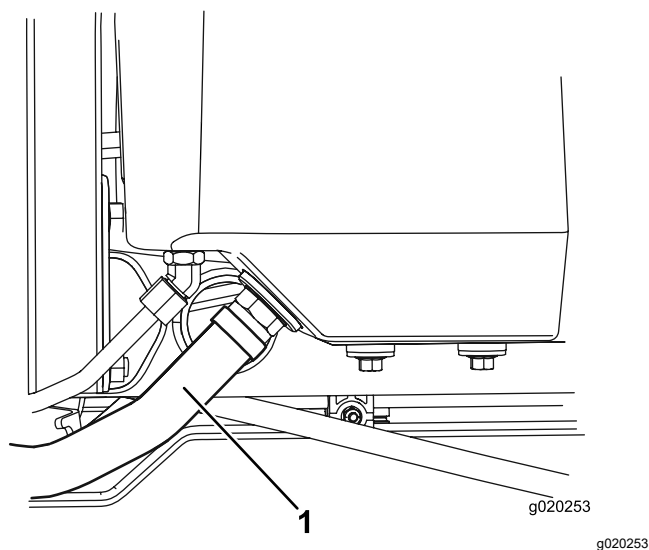

Bild 78
2. Schließen Sie den großen Hydraulikschlauch (Bild 78) vom Behälter ab und lassen das Hydrauliköl in eine Auffangwanne ablaufen.